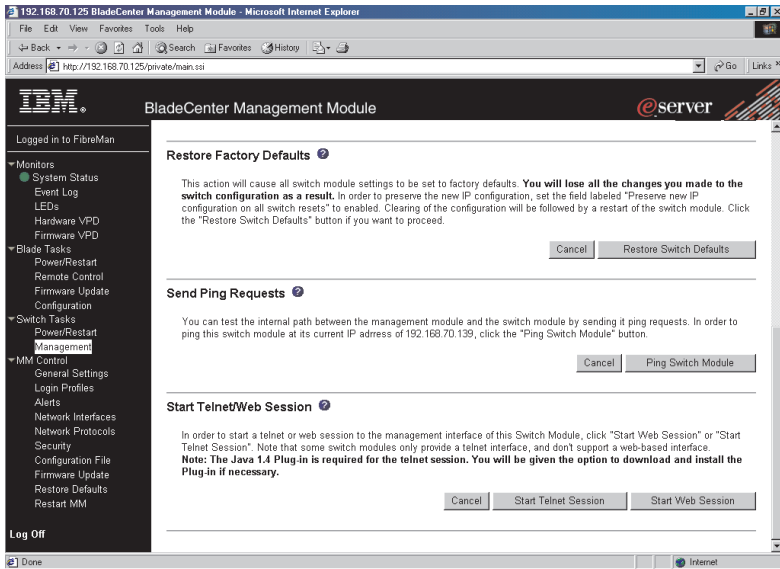

Abbildung 13. Fenster "Switch Management" - erweitert
7. Blättern Sie nach unten, und klicken Sie auf **Advanced Switch Management**. Ein Fenster ähnlich dem in Abb. 13 auf Seite 35 dargestellten wird aufgerufen.